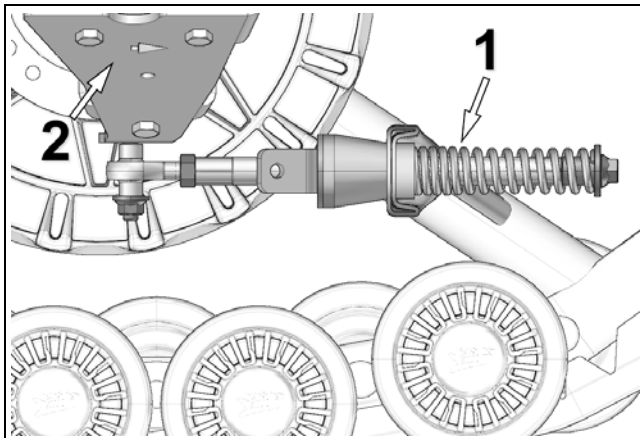

Abbildung 1
- Der Stabilisierungsarm (1) muss am vorderen, am Fahrzeug angebrachten Verankerungsbügel (2) montiert werden. Siehe Abbildung 1.